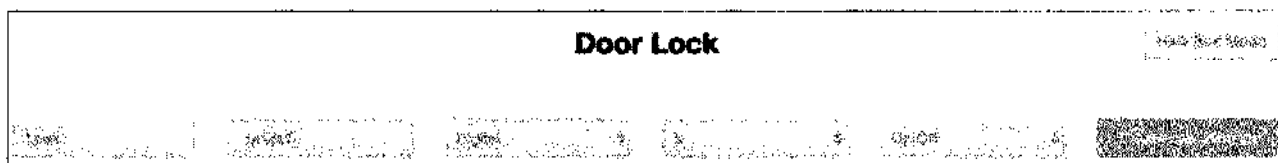

Рис. 8.6. Настройки элемента управления дверным замком
4. В открывшейся панели создайте новый элемент (рис. 8.6). Поскольку вам нужна всего лишь кнопка включения/выключения, задайте следующие настройки: имя элемента `lock`, идентификатор устройства (разумеется, обязательно замените предложенный здесь идентификатор на идентификатор, которым вы обозначили свое устройство), а также укажите корректный номер вывода (5).